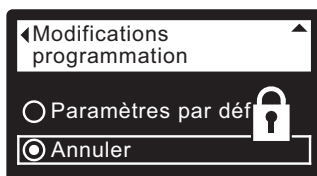

FIG. 38
8. Appuyez sur le bouton DROITE (►) : un cadenas clignotant apparaît (cf. Figure 38).
- 1-7. Allez à l'écran **Modifications programmation** (Figure 38) à l'aide des étapes 1-7 à gauche.